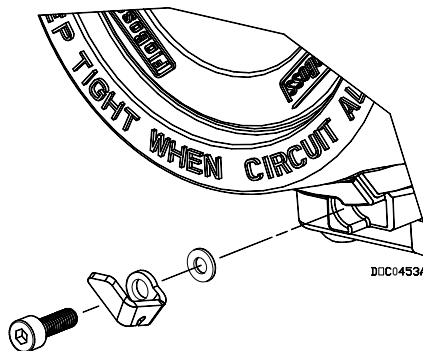

图 5. 盖板固定夹组件
- 旋松前端盖（LCD 端）基座处的盖板固定夹。请参阅图 5。